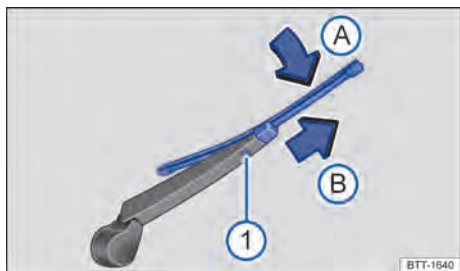

Abb. 188 Am Fahrzeugheck: Scheibenwischerblatt der Heckscheibe wechseln.
① Entriegelungstaste.
2. Entriegelungstaste gedrückt halten → Abb. 188 ①.
3. Scheibenwischerblatt in Richtung Scheibenwischerarm kippen → Abb. 188 A und gleichzeitig in Pfeilrichtung abziehen B. Dazu kann ein erhöhter Kraftaufwand notwendig sein.
4. Neues Scheibenwischerblatt gleicher Länge und Ausführung auf den Scheibenwischerarm entgegen der Pfeilrichtung schieben → Abb. 188 B, bis es einrastet. Dabei muss sich das Scheibenwischerblatt in abgeklappter Position befinden A.